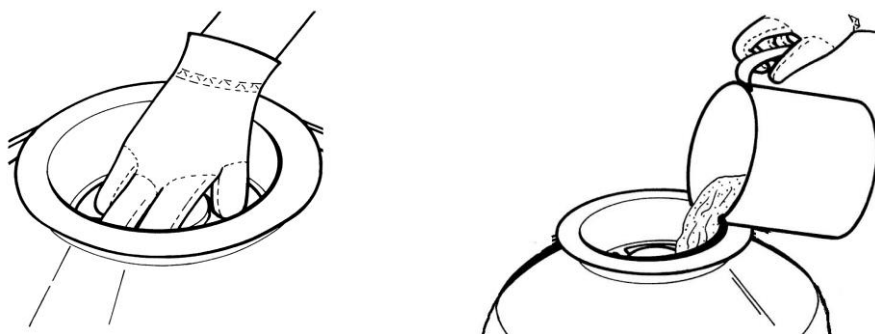

Fig. 4
4. Placer maintenant le tuyau d'écoulement avec le vase de filtration inférieur par le haut dans le réservoir de filtre à sable. Puis, placer l'entonnoir sur l'ouverture supérieure du réservoir. Remplir maintenant le réservoir avec du sable siliceux (SPF 180 et SPF 250 F, poids du sable 13 kg / SPF 370 F, poids du sable 25 kg). Veiller à ce que le sable ne pénètre pas dans le tuyau d'écoulement. (Fig. 4)